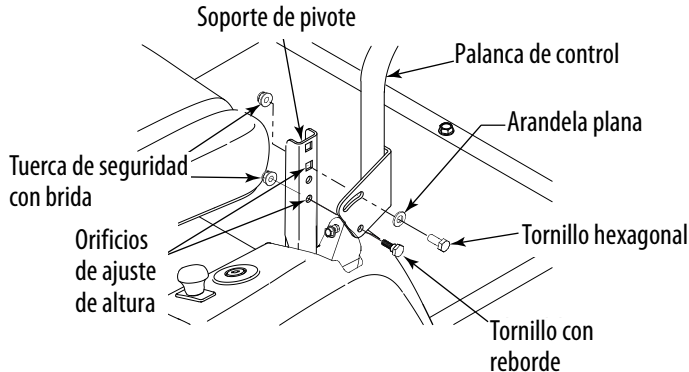

Figura 6-5
- Mientras sostiene la palanca de control para evitar que caiga, quite la tuerca de seguridad con brida de bulón hexagonal y el tornillo con reborde de la base de la palanca de control y soporte de pivote. Vea la Figura 6-5.
Si todavía está apretada, afloje la tuerca de seguridad con brida y rote la palanca de control hacia adelante o hacia atrás a la posición deseada. Vea la Figura 6-5.